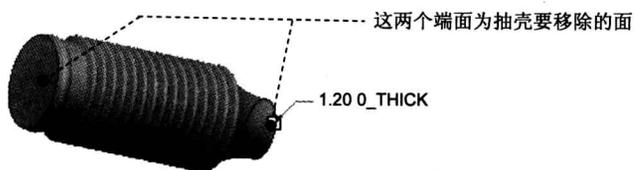

图 1.9 抽壳 1
Step6. 创建图 1.9 所示的抽壳特征 1。
- (1) 选择命令。单击 **模型** 功能选项卡 **工程** ▾ 区域中的“壳”按钮 。
- (2) 定义移除面。选取图 1.9 所示的面为移除面。
- (3) 定义壁厚。在 **厚度** 文本框中输入壁厚值为 1.2。
- (4) 在操控板中单击  按钮，完成抽壳特征 1 的创建。